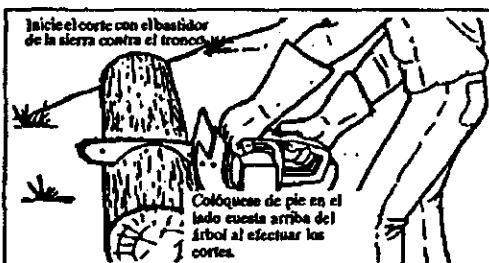

Figura 17
- Inicie el corte con el cuerpo de la sierra contra el tronco. Figura 17.